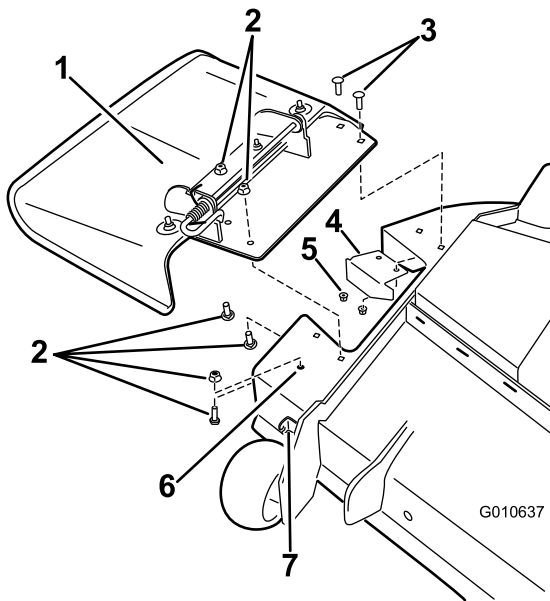

Bild 5
- Entfernen Sie die Befestigungen, mit denen das Ablenkblech und das vorhandene Versatzablenkblech am Mähwerk befestigt ist (Bild 5). Bewahren Sie alle Befestigungen auf.